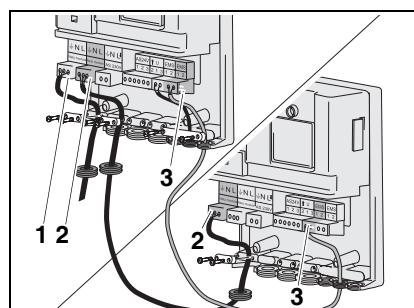

Fig. 4 Twee modules met elkaar verbinden,
Het is mogelijk om meerdere verschillende modules (bijv. EM10 en VM10) met elkaar te verbinden. Om twee of meer modules met elkaar te verbinden, kan de netaansluiting (fig. 4, pos. 2) en de EMS-aansluiting (fig. 4, pos. 3) steeds doorverbonden worden. **Let op!** Deze aansluiting is polariteitsgevoelig. De EMS-buskabel mag in totaal niet langer dan 100 m zijn.
- Sluit de Logamatic RC thermostaat aan op de EMS-aansluiting (fig. 4, pos. 3).
- Sluit de 230 VAC netaansluiting aan (fig. 2, pos. 1 en fig. 4, pos. 1).